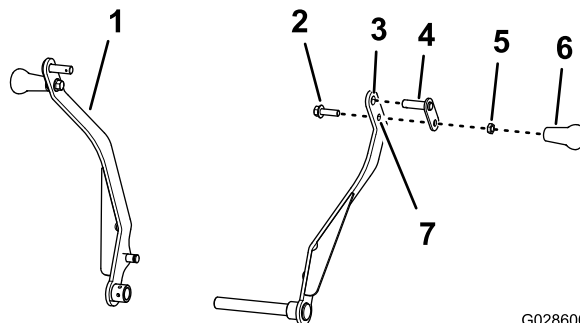

Figura 15
1. Montați fusul de basculare prin orificiul superior al braului de susinere (Figura 15).
3. Montați urubul (3/8 x 1-1/4 inch) prin orificiul inferior al braului de susinere și opritorul fusului de basculare (Figura 15) cu o contrapiuliă (3/8 inch) și strângeți contrapiulia la un cuplu de 15 până la 17 N·m.
4. Înșurubați mânerul pe urub (3/8 x 1-1/4 inch), împingeți mânerul pe contrapiuliă și strângeți-l manual (Figura 15).
5. Repetați pașii 1 - 4 pentru celălalt bra de susinere (Figura 15).